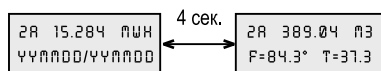

Рис. 3
7.1.4. Для перехода между показаниями в цикле используется кнопка (2). Некоторые показания содержат больше информации, чем может уместиться на дисплее. В этом случае через 4 секунды автоматически произойдет смена показаний (рис. 3).